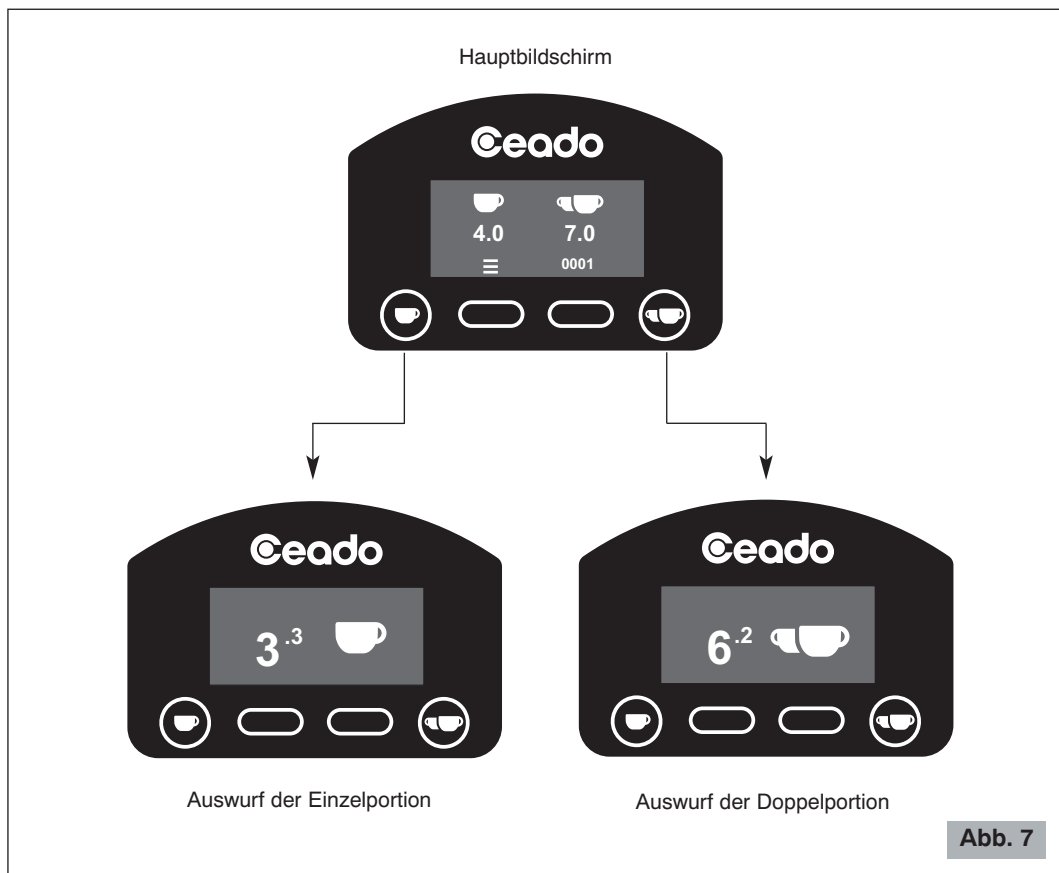

Abb. 6
- 2 Den ON-OFF-Schalter auf „I“ einstellen (8 Abb. 1). Das Bedienfeld-Display (10 Abb. 1) schaltet sich ein (siehe Abb. 6).